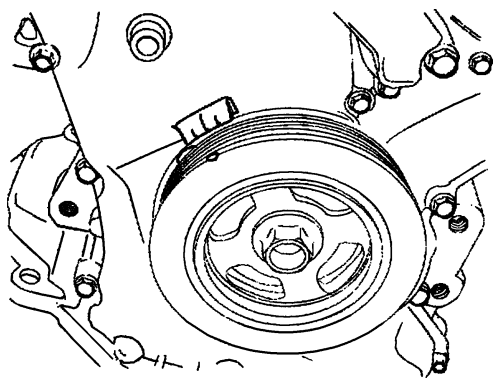

图 29-23 曲轴带轮上的凹槽对准正时链条下盖上的正时标记
① 转动曲轴带轮，使曲轴带轮上的凹槽对准正时链条下盖上的正时标记，如图 29-23 所示。